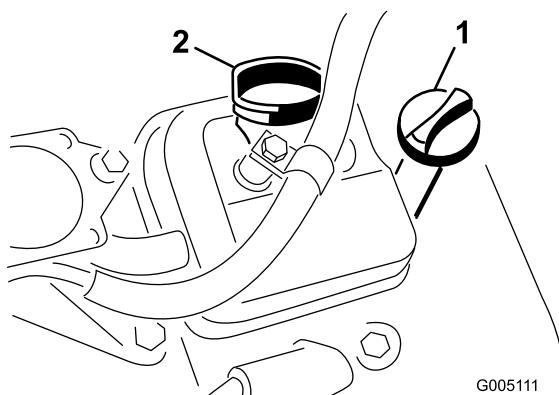

Figura 24
2. Svitate l'asta di livello e asciugatela con un panno pulito. Avvitate l'asta di livello nel relativo tubo e assicuratevi che sia fissata saldamente (Figura 24).